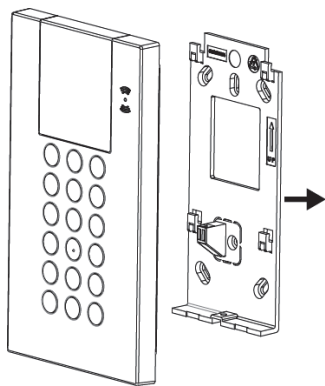

Figura 1
1. Separar el soporte de montaje del teclado (ver Figura 1).